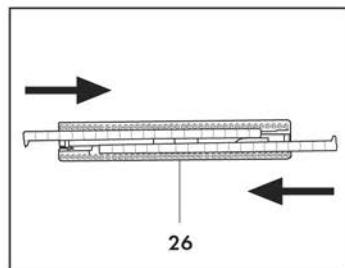

Fig. 10
Para a montagem do suporte com cerdas para alcatifas e tapetes (26), inserir nas guias apropriadas as escovas rígidas com as linguetas dirigidas para dentro (**Fig. 10**).